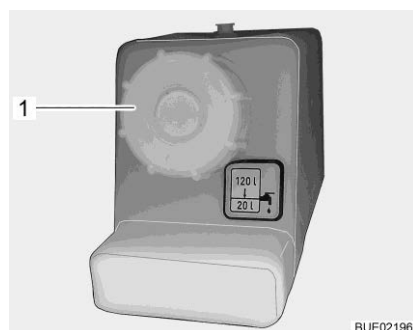

Fig. 191 Couvercle de fermeture pour bec de remplissage d'eau potable
- Tourner le couvercle de fermeture (Fig. 191,1) dans le sens inverse des aiguilles d'une montre et le retirer.